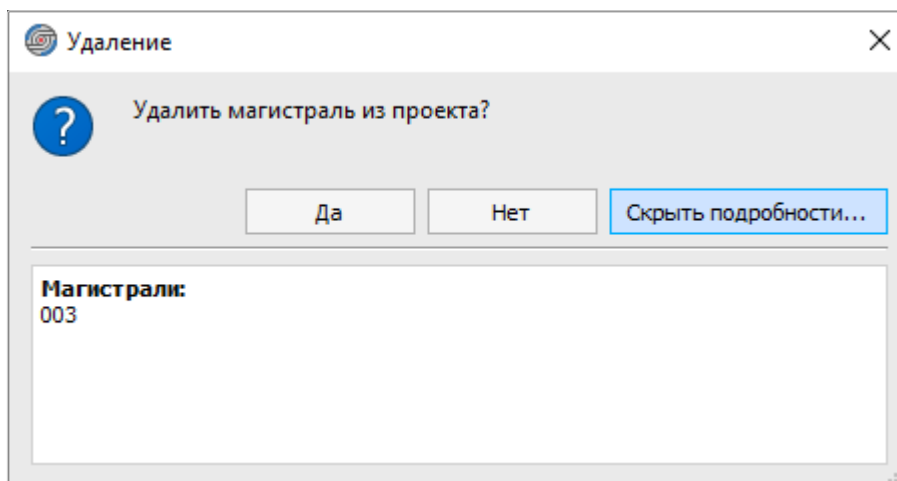

Рисунок 258. Диалоговое окно «Удаление»
- 3) В открывшемся диалоговом окне «Удаление» нажать на кнопку «Да» для подтверждения удаления или «Нет» для отмены. При нажатии на кнопку «Показать подробности...» откроется дополнительное поле с отображением удаляемых данных (см. рисунок 258).